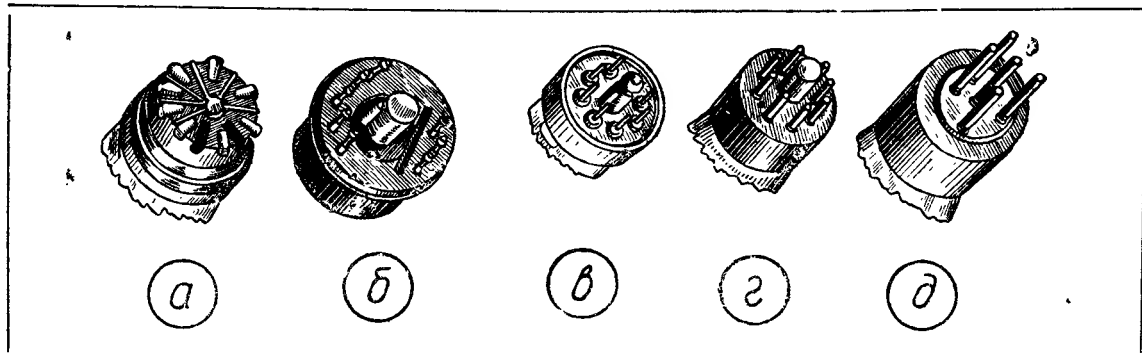

Рис. 1. Различные виды цоколей
Они применяются в самых простейших и дешевых радиоприемниках. Цоколь лампы V-серии показан на рис. 1, фиг. а.
Конструкция цоколя лампы 11-й D-серии показана на рис. 1, фиг. б. Все лампы этой серии имеют металлический баллон.
Лампы 21-й D-серии имеют стеклянный баллон с металлизированным слоем красного цвета (серия иногда называется „красной“ D-серией). В отличие от ламп 21-х E и U-серий лампы 21-й D-серии имеют не локтальный, а октальный цоколь (рис. 1, фиг. г).
Лампы 25-й D-серии явились дальнейшим конструктивным развитием ламп 21-й D-серии. Лампы 25-й D-серии имеют локтальный цоколь (рис. 1, фиг. в) и уменьшенных размеров баллон типа „прессглас“.
Лампы 22-й D-серии (цоколь—рис. 1, фиг. в) предшествовали выпуску ламп 25-й D-серии. Лампы 22-й D-серии большого распространения не получили, они были заменены лампами 25-й D-серии.
Серия D-„1“ батарейных ламп (цоколь—рис. 1, фиг. а) содержит основные лампы, входящие в состав 21-й D-серий. Лампы 1-й D-серии нашли применение, главным образом, в батарейных приемниках английского производства.
Большинство ламп этих серий имеет цоколь рис. 1, фиг. а. Часть ламп старого выпуска имеет цоколь рис. 1, фиг. д.
8. Цифра «3», внесенная в маркировку лампы между последней буквой и цифрой, означающей порядковый номер разработки, указывает на октальный цоколь (рис. 1, фиг. г). Таковы лампы: CBL31, EBC33, EF36, EF38, EG39, EL32, EL36, AZ31, CY31, CY32 и др. Эти лампы по своим электрическим данным соответственно тождественны лампам CBL1, EBC3, EG6, EG8, EG9, EL2, EL6, AZ1, CY1 и CY2, имеющим так называемый «бесщтырьковый» цоколь (рис. 1, фиг. а). Указанная в табл. 4 лампа ECH33 по электрическим данным почти полностью соответствует лампе ECH3, но имеет в отличие от нее октальный цоколь (рис. 1, фиг. г). По своей внутренней структуре и цоколевке лампа ECH33 аналогична американской лампе 6K8.